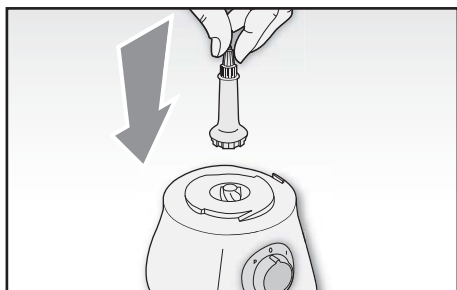

Abb. 2
- 1 Den Motorzapfen (C) in den entsprechenden Sitz auf dem Motorkörper (B) (Abb. 2) einstecken.